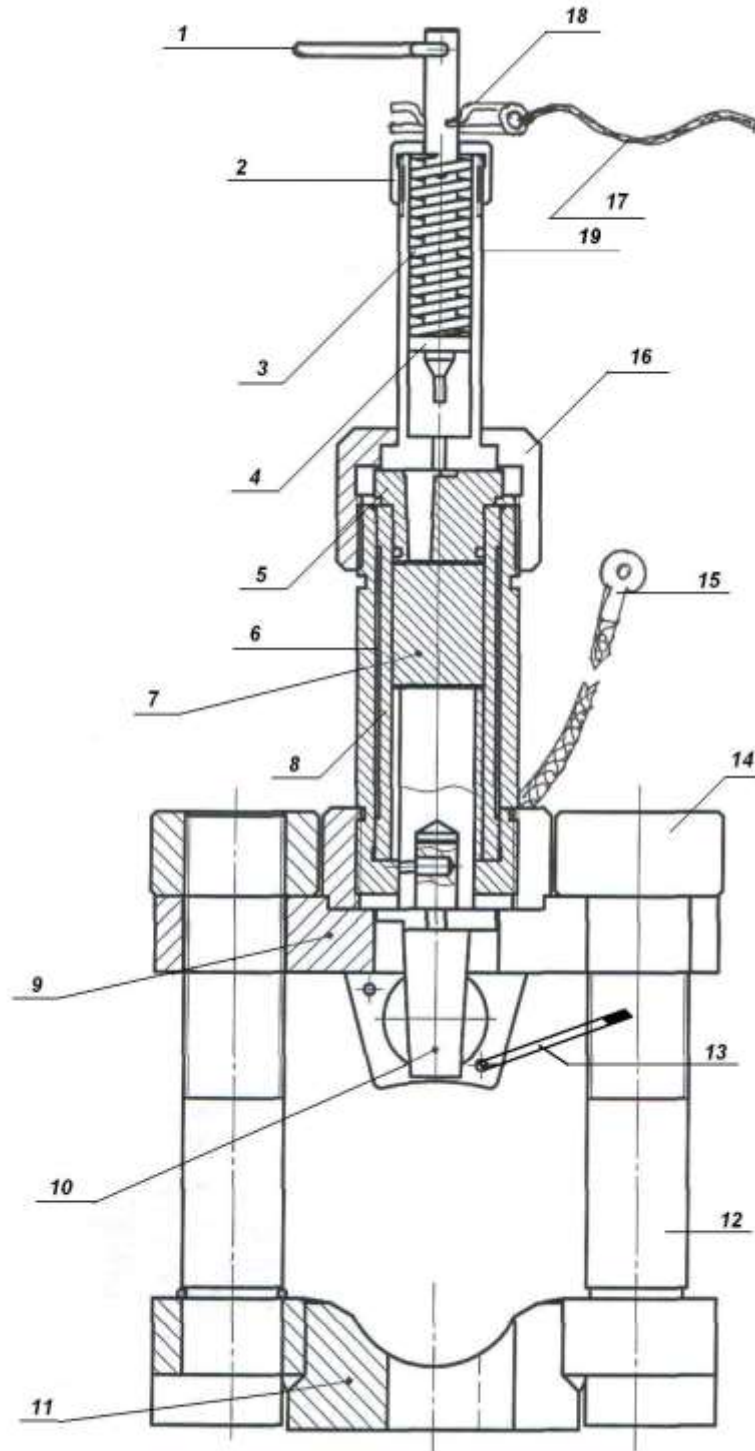

Рис. 1. Устройство дистанционного прокола кабеля УДПК
Внешний вид всего комплекта устройства в развернутом виде схематически изображен на рис.1.
4.1. Устройство УДПК (см. рис.1) состоит из хомута 11 с двумя болтами 12 и гайками 14, основы 9, направляющей 6, патронника 5, ударника 7, пробойника 10, рычага 13.